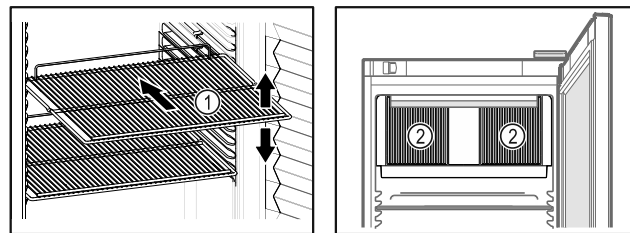

Fig. 63 Ilustrační zobrazení Fig. 64
- Pokud jsou odstavné rošty Fig. 63 (1) přemístitelné, přizpůsobte je vždy na danou výšku.